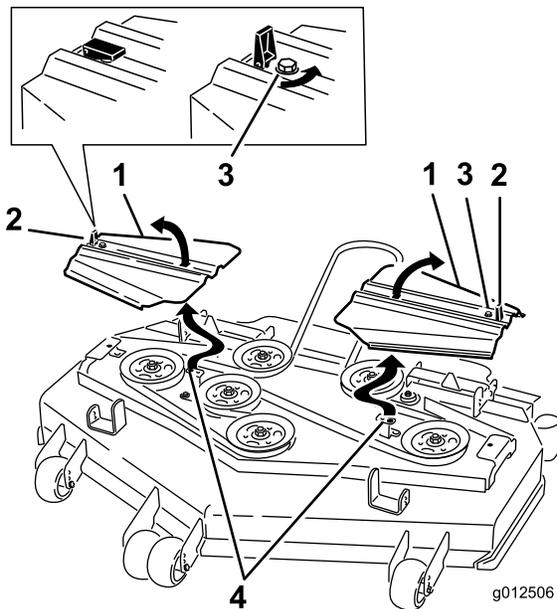

Bild 87
- Setzen Sie die Riemenabdeckungen auf. Die Nasen sollten in den Schlitzen stecken. Setzen Sie die Schrauben und schließen Sie die Laschen (Bild 87).